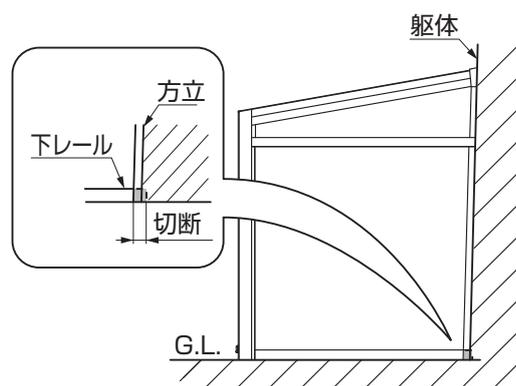

図4-19
- 図4-19のように躯体の状態によっては、下レールを切断しないと位置が合わない場合があります。逆に図4-7のように方立と躯体の間にスペーサーを入れないと位置が合わない場合もあります。